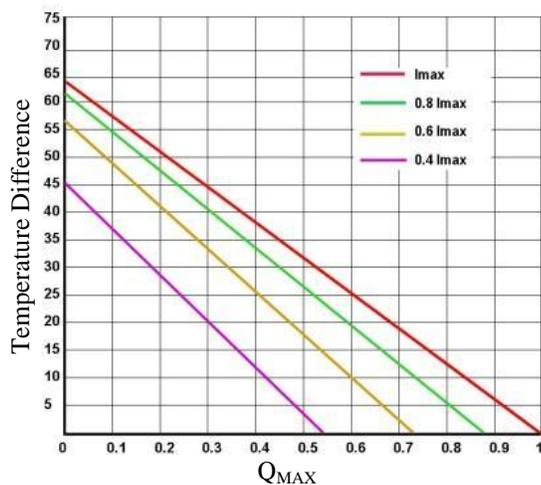
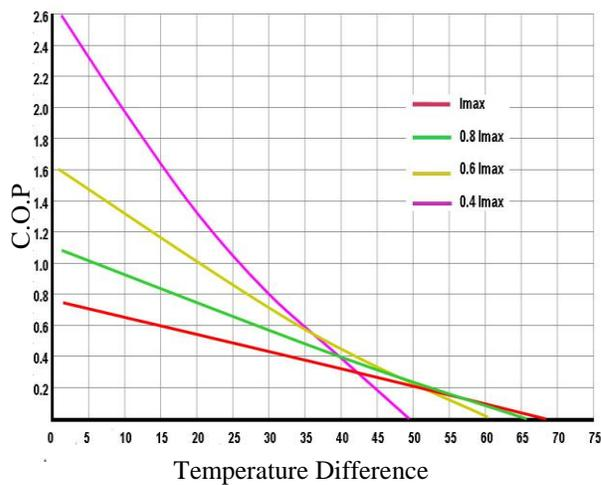

图 2. DT 与 QMAX 的关系图
图 9. C.O.P 与 DT 的关系图
5. 用图 2 到图 9 中的图表来决定使用哪一种 TEC：需要用散热片散多少热，散热片的温度是多少，等等。